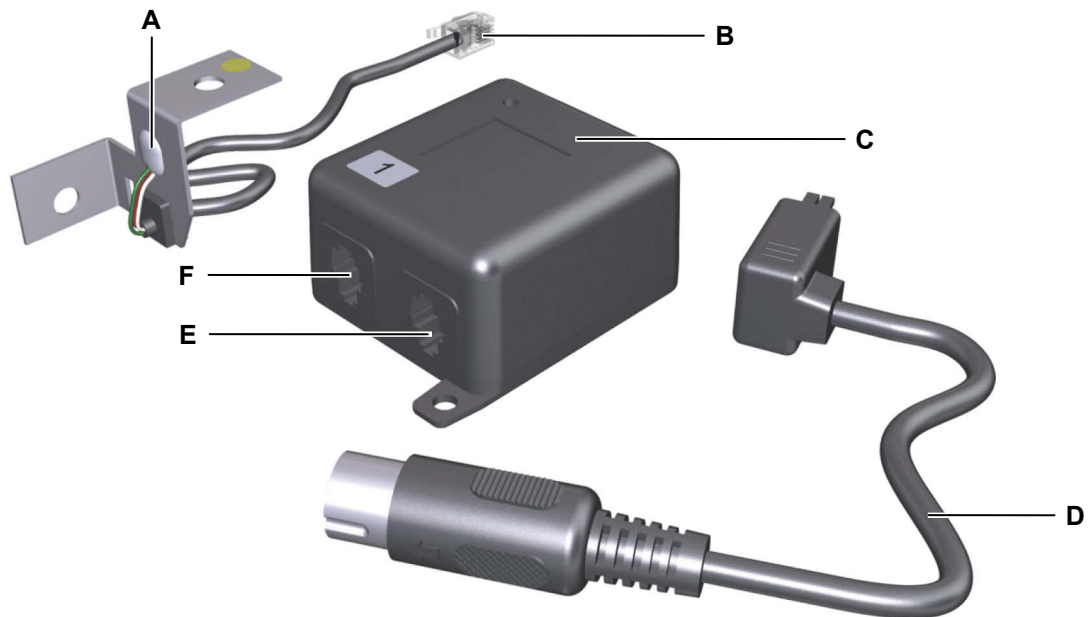

Abbildung 40 Sensoreinheit
- Der Sensor wird sowohl an den Tischrahmen als auch an der Tischplatte befestigt. Die Anlagefläche für die Tischplatte ist mit einem gelben Punkt gekennzeichnet, wie in Abbildung 40 gezeigt.
- 5 Verbinden Sie die Verbindungsleitung der Sensoreinheit mit dem Prozessor (Anschluss F in Abbildung 40).
- 6 Falls ein zweiter Sensor angeschlossen werden soll: Verbinden Sie die Verbindungsleitung der zweiten Sensoreinheit mit dem Prozessor (Anschluss E in Abbildung 40).